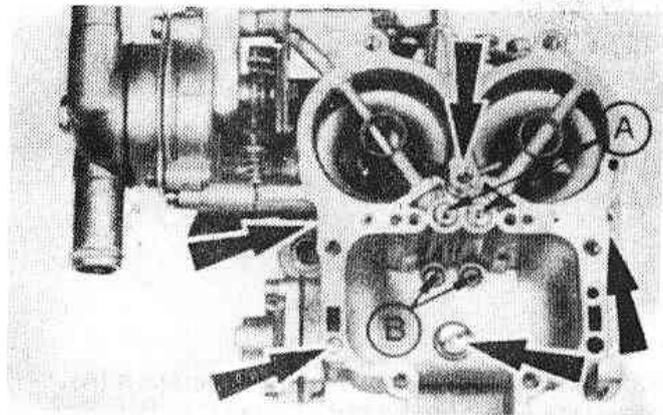

Рис.3.54. Снятие главных воздушных жиклеров (А) и топливных жиклеров (В) для очистки (Разд.26)
8. Снимите с карбюратора жиклеры и их заглушки, заметив положения, в которых они были установлены (Рис.3.54).